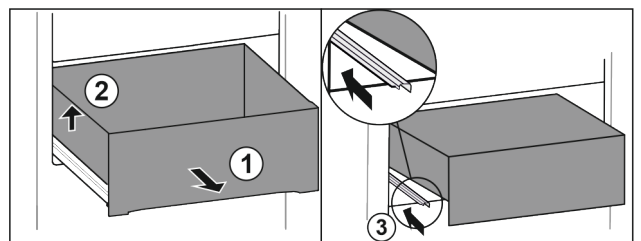

Fig. 127
- ▶ Вытяните выдвижной ящик до упора. Fig. 127 (1)
- ▶ Приподнимите выдвижной ящик слева. Fig. 127 (2)
- ▶ Вставьте левую направляющую. Fig. 127 (3)